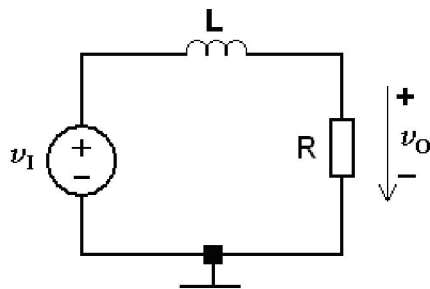

Figura 1. Filtru RL de tensiune de tip trece jos.
Structura circuitului este prezentată în Figura 1. Filtrul este compus dintr-un rezistor conectat în serie cu o bobină. Tensiunea de intrare a filtrului se aplică între bobină și masa circuitului, iar tensiune de ieșire este furnizată între terminalele rezistorului.
1. Se realizează circuitul practic din Figura 1, care reprezintă un filtru trece-sus, în care $C=33[\text{nF}]$, iar rezistența electrică a rezistorului R trebuie măsurată cu ohmetrul, iar valoarea obținută trebuie precizată în Tabelul 1, caseta $R=$. Generatorul de semnal reprezentat în Figura 1 de către sursa de tensiune v_1 se reglează astfel încât să genereze o tensiune sinusoidală de amplitudine $V_i=1[\text{V}]$ și frecvență egală cu prima valoare din Tabelul 1. După reglajul indicat, se aplică semnalul respectiv, prin intermediul cablului de semnal, la bornele de intrare ale circuitului. În acest scop, firul de masă al cablului de semnal se conectează la masa circuitului, iar firul de semnal la terminalul stâng al rezistorului R .